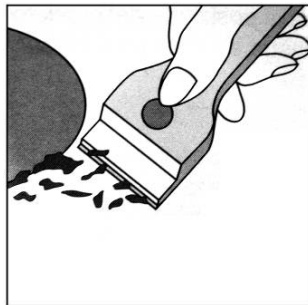

Fig.1
- Înainte de a folosi modulul din sticlă ceramică, suprafața trebuie curățată folosind o cârpă umedă pentru a îndepărta praful sau reziduurile alimentare. Suprafața din sticlă ceramică trebuie curățată cu regularitate cu o soluție de apă caldă și un detergent non-abraziv. Periodic, se vor folosi produse speciale pentru curățarea suprafeței. Mai întâi, îndepărtați toate depunerile de alimente sau grăsimi cu o racletă de curățat, (nu este inclusă în pachet) (Fig. 1).